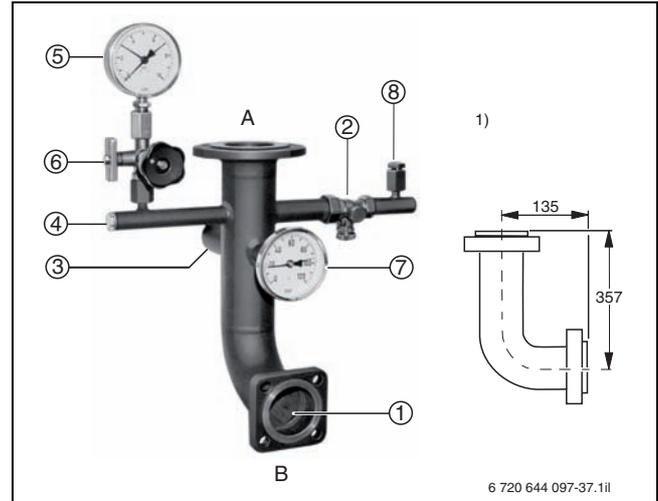
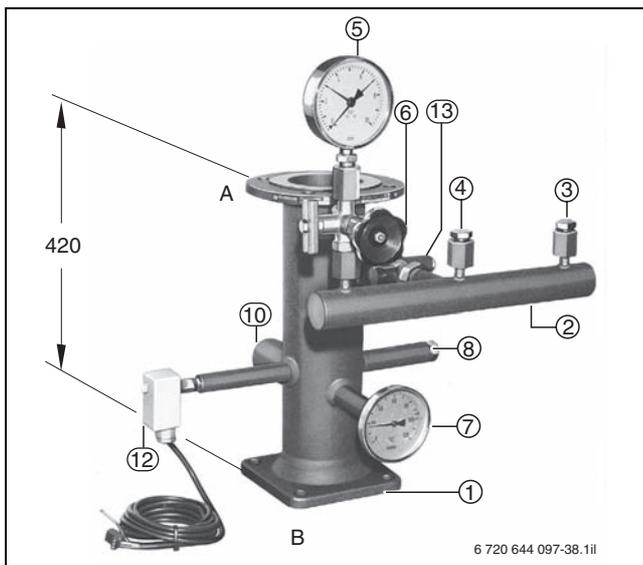
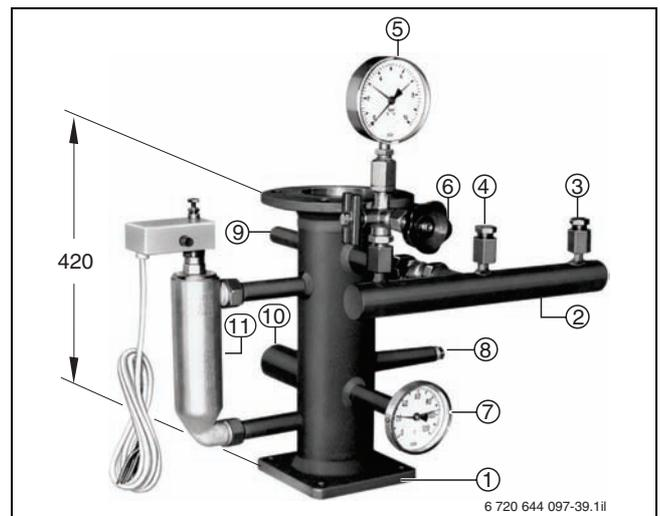
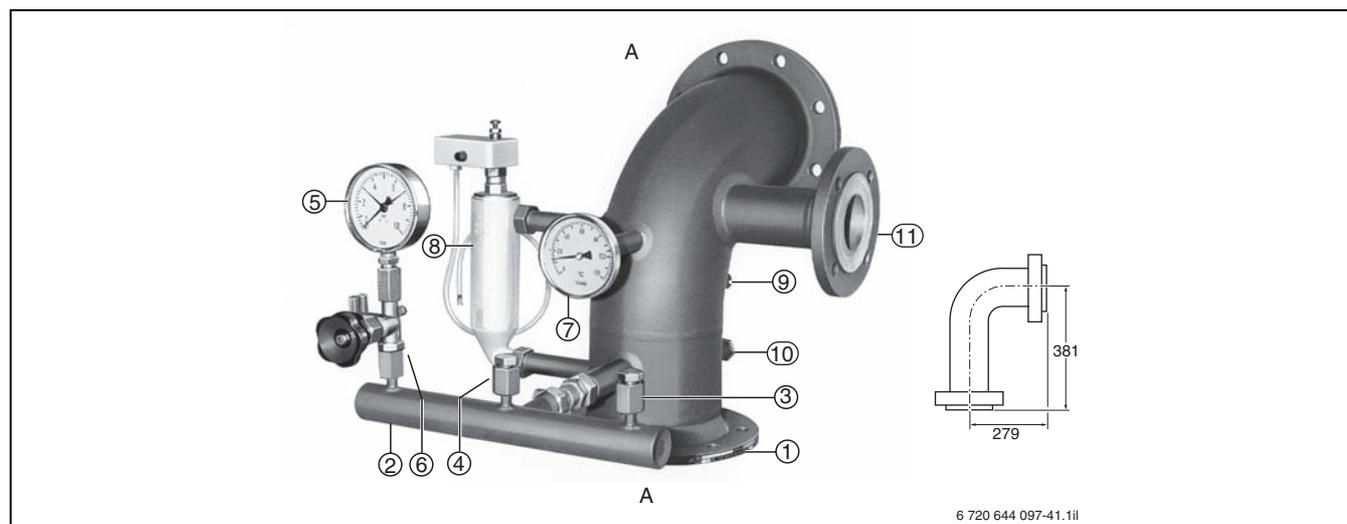

Bild 43 Kessel-Sicherheits-Armaturengruppe für Ecostream-Gussheizkessel Logano GE315
Bild 44 Kessel-Sicherheits-Armaturengruppe für Ecostream-Gussheizkessel Logano GE515
Bild 45 Kessel-Sicherheits-Armaturengruppe für Ecostream-Gussheizkessel Logano GE515
Bild 47 Kessel-Sicherheits-Armaturengruppe für Ecostream-Gussheizkessel Logano GE615
Bei Heizungsanlagen mit Leistungen ≤ 300 kW lässt die DIN-EN 12828 alternativ zur Wassermangelsicherung sonstige Maßnahmen zu, sofern dafür eine Zulassung vorliegt. Als preisgünstige Variante bietet Buderus zugelassene Kessel-Sicherheits-Armaturengruppen für Logano GE315 (→ Bild 43, Seite 62) und für Logano GE515 (→ Bild 44, Seite 63; Bild 45, Seite 63) an. Sie enthalten den Minimaldruckwächter komplett mit Adapter.
Bei den Ecostream-Gussheizkesseln Logano mit Leistungen von mehr als 300 kW ist entsprechend DIN-EN 12828 eine Wassermangelsicherung einzubauen. Die Wassermangelsicherung ist für Logano GE515 und GE615 im Lieferumfang der Kessel-Sicherheits-Armaturengruppe enthalten (→ Bild 44 bis Bild 47, Seite 63f.).
- 1** Anschluss für Druckmessgerät (→ Bild 44 – Bild 47, Pos. 6)
- 4** Anschluss für Vorlaufzwischenstück (→ Bild 44 bis Bild 47, Seite 63 ff.)